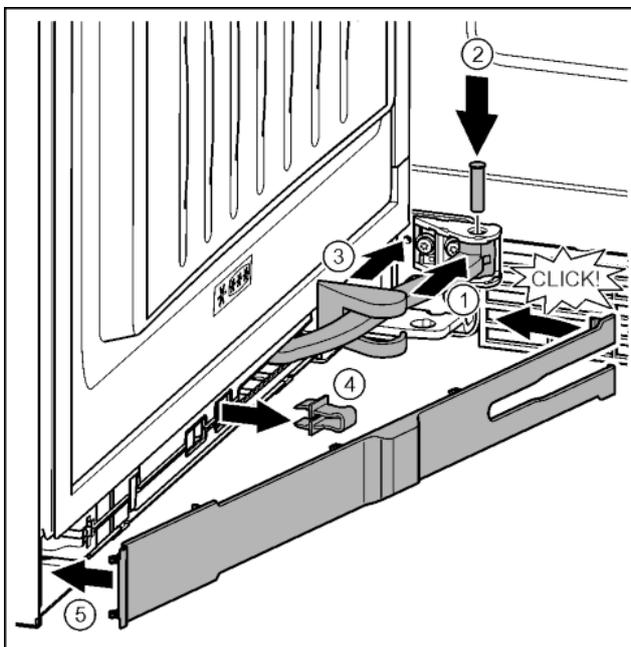

Fig. 38
- ▶ Gelenk in Aufhängung drehen. Fig. 38 (1)
- ▶ Bolzen mit einem Schraubendreher T15 in Aufhängung und Gelenk einsetzen. Dabei darauf achten, dass der Rastnocken korrekt in der Nut sitzt. Fig. 38 (2)
- ▶ Abdeckung entlang des Gelenks schieben und über der Aufhängung montieren. Fig. 38 (3)
- ▶ Sicherung abnehmen. Fig. 38 (4)
- ▶ Abdeckung griffseitig ansetzen und einschwanken. Fig. 38 (5)